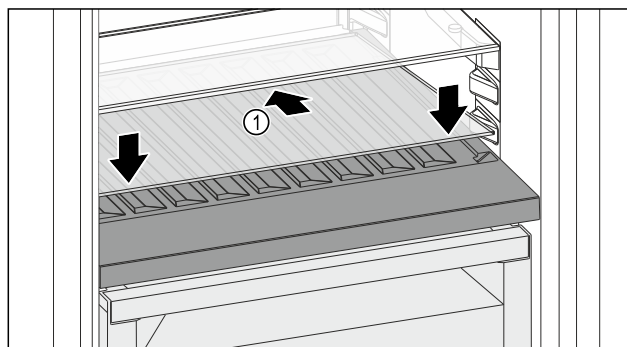

Fig. 220
- Vendosni pllakën e xhamit Fig. 220 (1) pjerrtas, dhe të anuar për poshtë në pjesën prapa.
- Ulni poshtë pllakën e xhamit Fig. 220 (1) përpara.